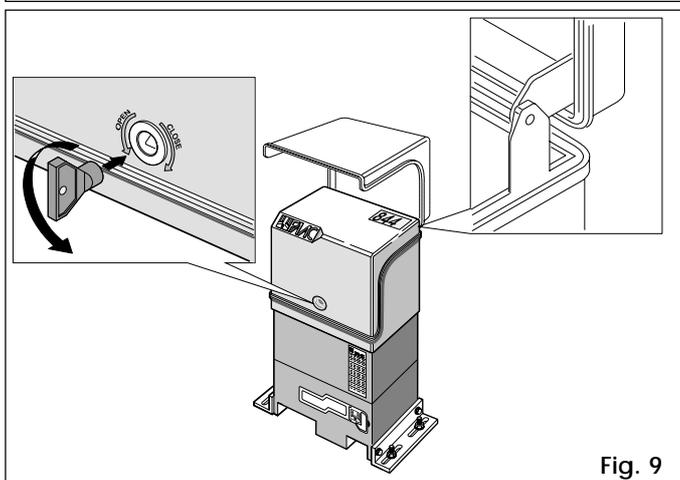

Fig. 9
- 2) Ouvrir le couvercle de l'opérateur au moyen de la clé triangulaire fournie comme indiqué Fig.9. Le couvercle reste ouvert grâce à un système de blocage prévu à cet effet.